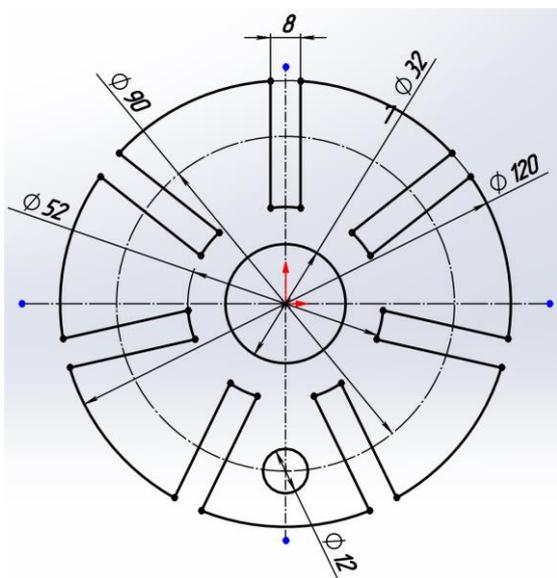
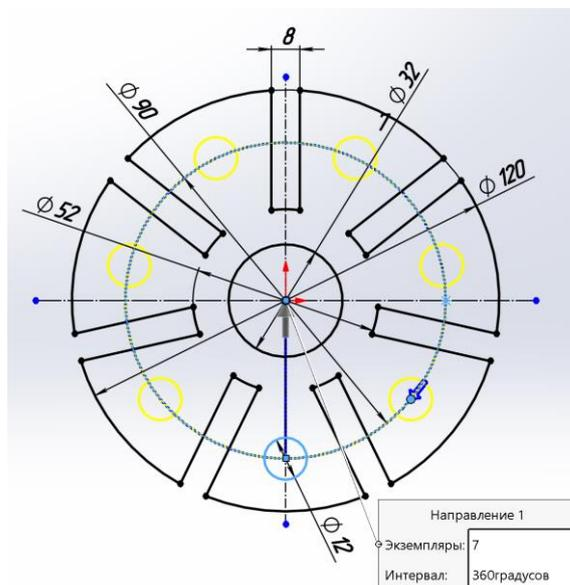

Рисунок 2.15 – Побудова об'єкта
Рисунок 2.16 – Створення кругового масиву
10. Далі будуюмо коло діаметром 12 мм. Коло будуюмо в місці де є перетин осьової з колом, по якому буде будуватись круговий масив (рис. 2.15). Аналогічно створюємо ще один **Круговий масив** (рис. 2.16).